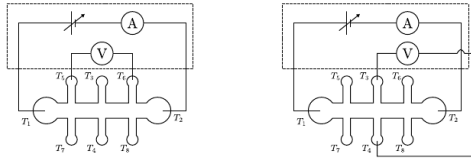

図 3: 抵抗率およびホール電圧の測定回路
2. 図 3(b) のように半導体素子と測定装置を接続する。